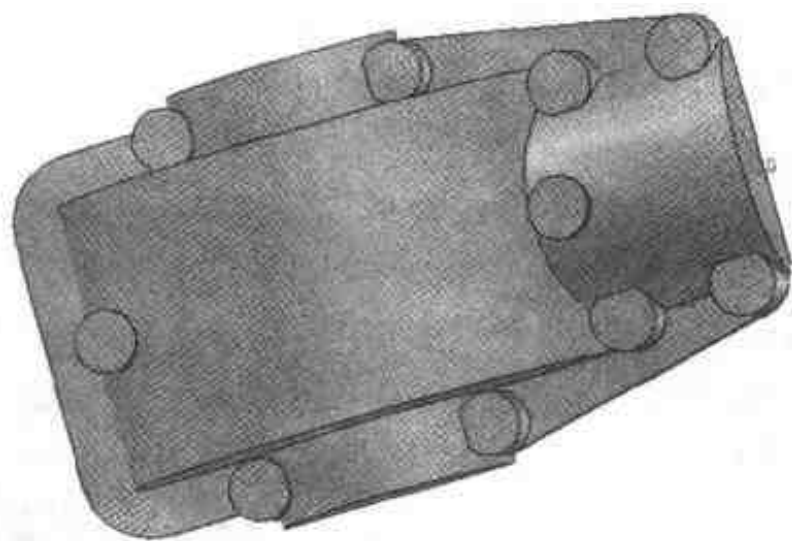

图 2.23 完成拉伸特征
- (5) 完成造型, 将原有的长方体变成如图 2.23 所示的盖板形状。